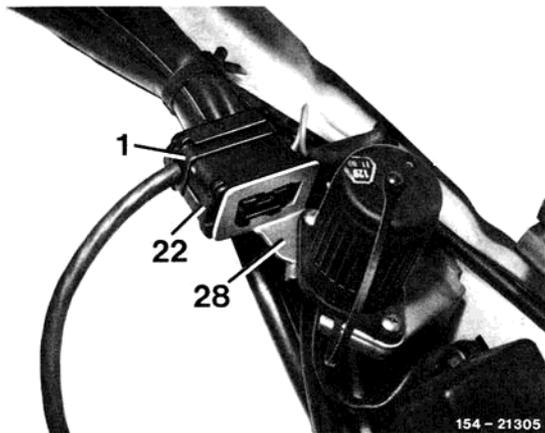

Bild 12
**29** Halter für 8polige Kupplung unter dem Diagnosestecker montieren und 8polige Kupplung einrasten. Anschließend Stecker vom Stellgliedleitungssatz aufdrücken (Bild 12).